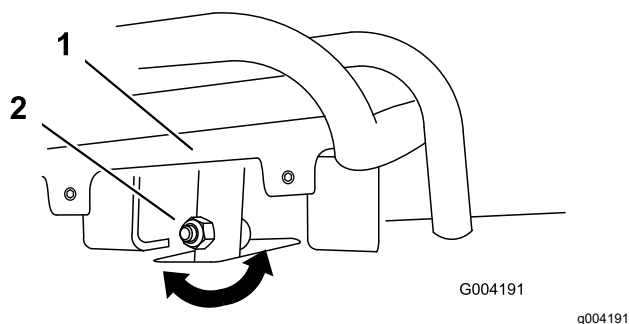
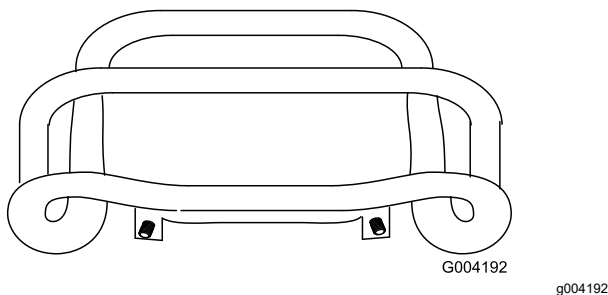

Figura 56
Figura 57
4. Se la parte anteriore del comando della trazione non rimane dritta e a filo con la barra di riferimento, allentate il dado flangiato e imbullonate lo stelo del comando della trazione (Figura 56).
5. Regolate il comando di trazione in modo che sia a livello rispetto alla barra di riferimento quando lo tirate indietro dritto (Figura 56 e Figura 57).